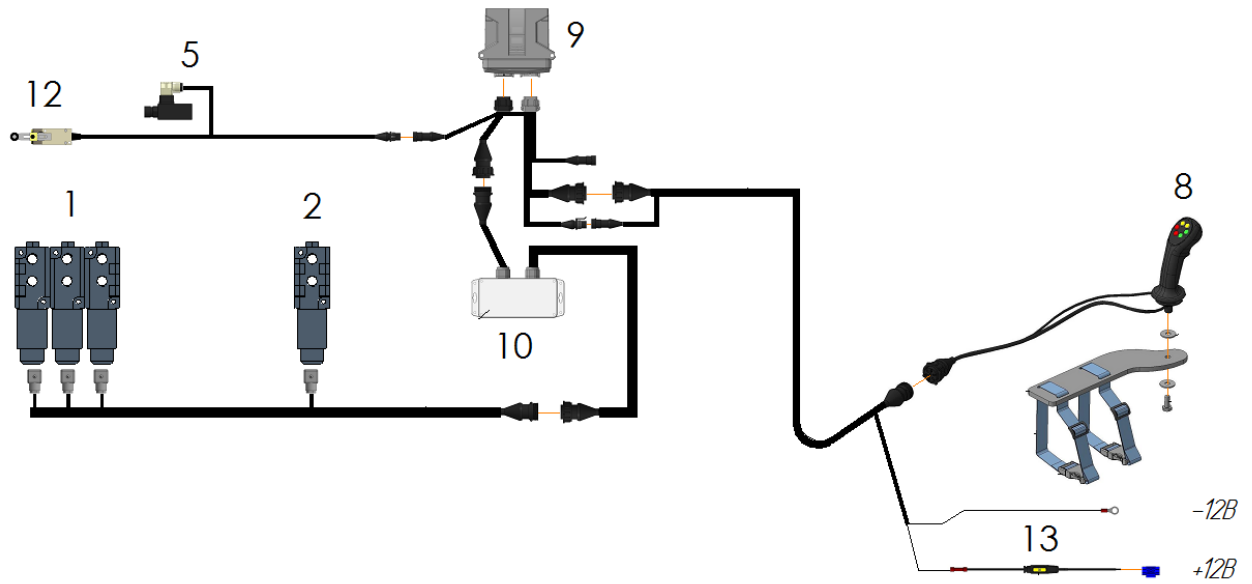
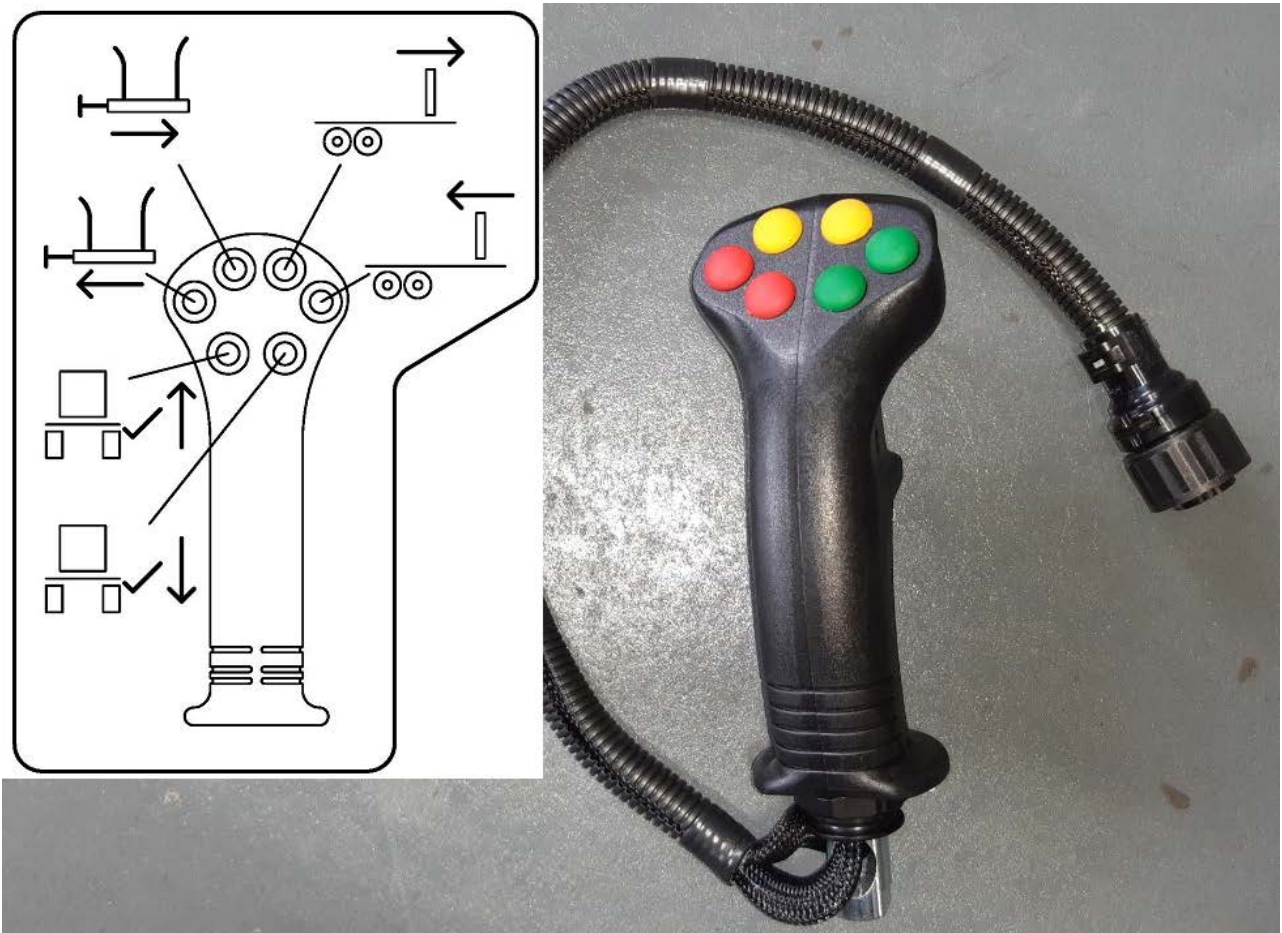

Рисунок 6.7
Рисунок 6.8
Управление этими 3 устройствами производится с пульта управления в кабине трактора (поз. 8 Рисунок 6.7 и Рисунок 6.8).
Электросистема управления (Рисунок 6.7), состоит из пульта (8), блока управления (9), блока реле (10), реле сложного положения телескопа (5), датчика среднего положения рукава загрузки (12), предохранителя (13).